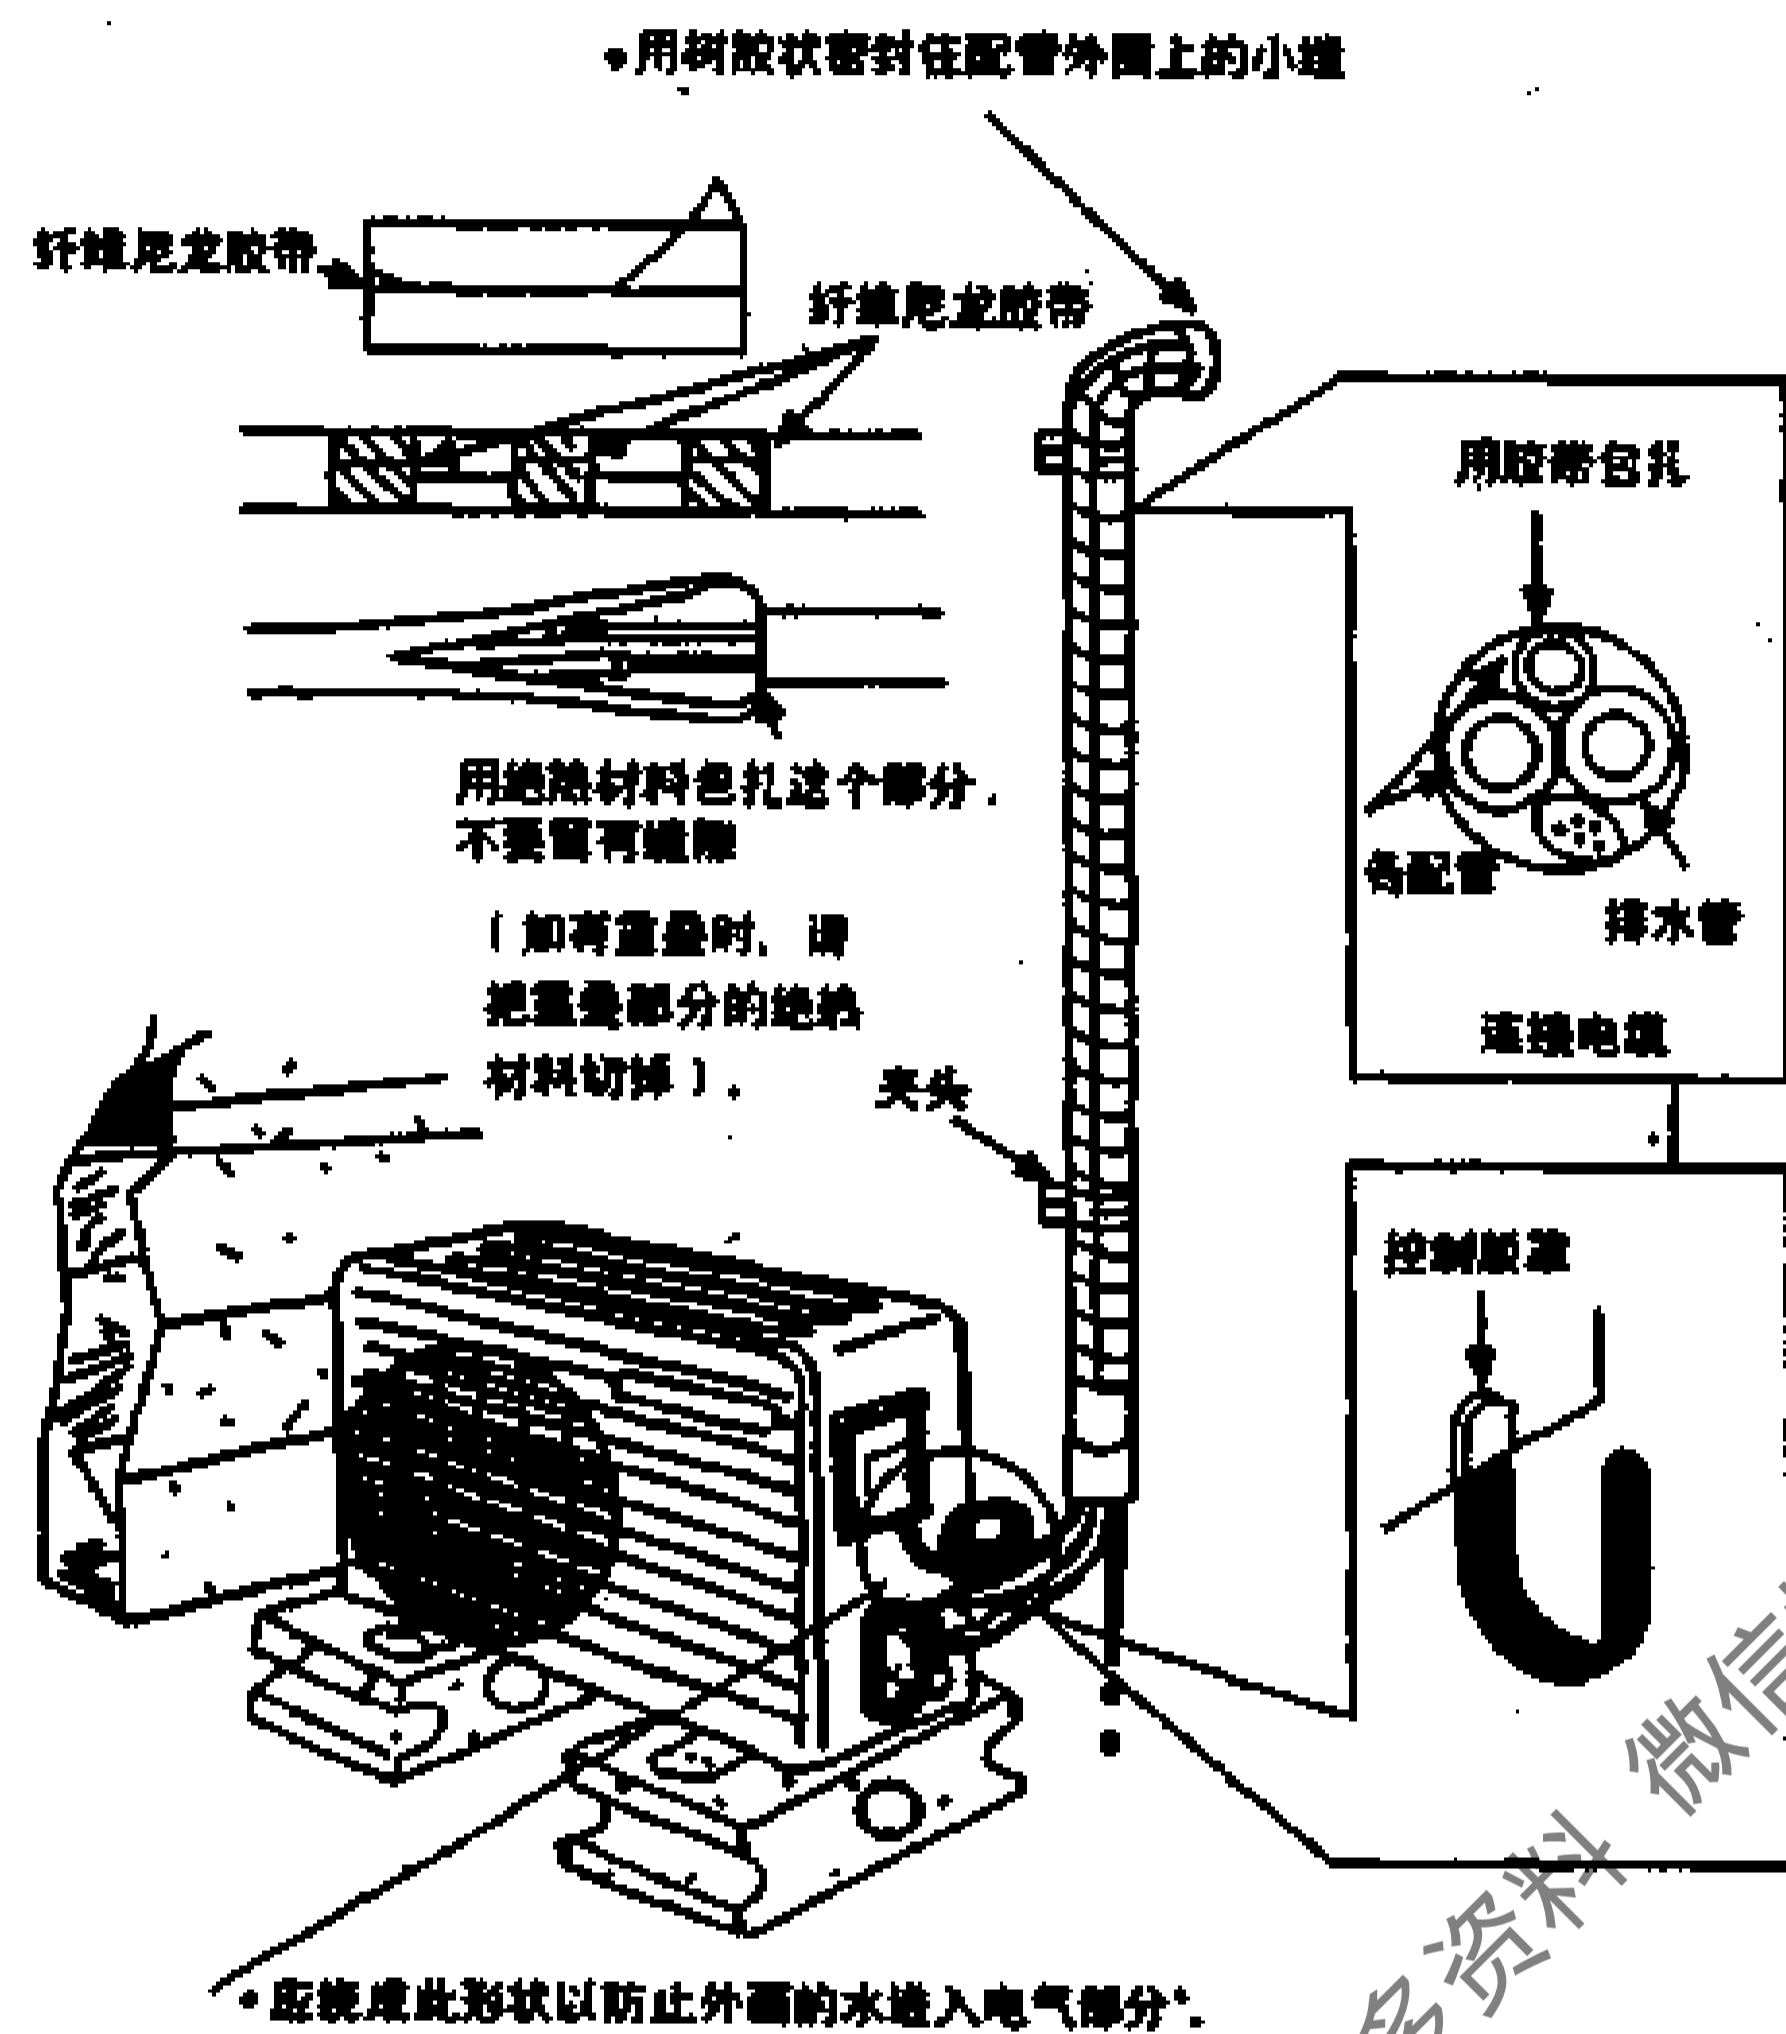

图 8-2-36
(1) 检查好有无气体泄漏以后，按照图 8-2-36 所示，用胶带包扎将缝隙封住。